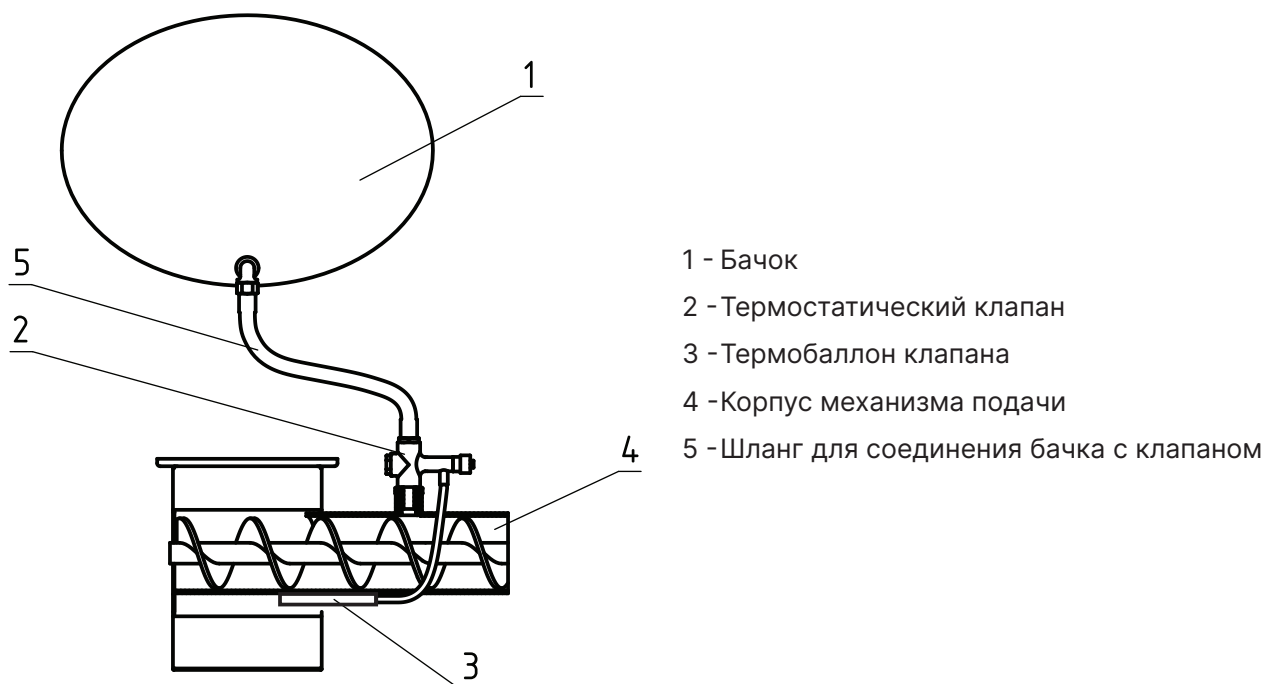

Рис.4 Система охлаждения топливопровода
- При использовании в качестве топлива топливных гранул, древесных пеллет или пеллет из лузги подсолнечника для обеспечения полной пожарной безопасности необходимо устанавливать систему охлаждения топливопровода (опция, **см. Рис.4**). Система охлаждения топливопровода, наполненная водой является основным элементом защиты котла от протекания топлива в бункер;
- В качестве опции доступна система охлаждения топливопровода (**см. Рис.4**);
Внимание! Термобаллон клапана (**Рис.4, поз.3**) должен быть зафиксирован в гильзе двумя винтами.